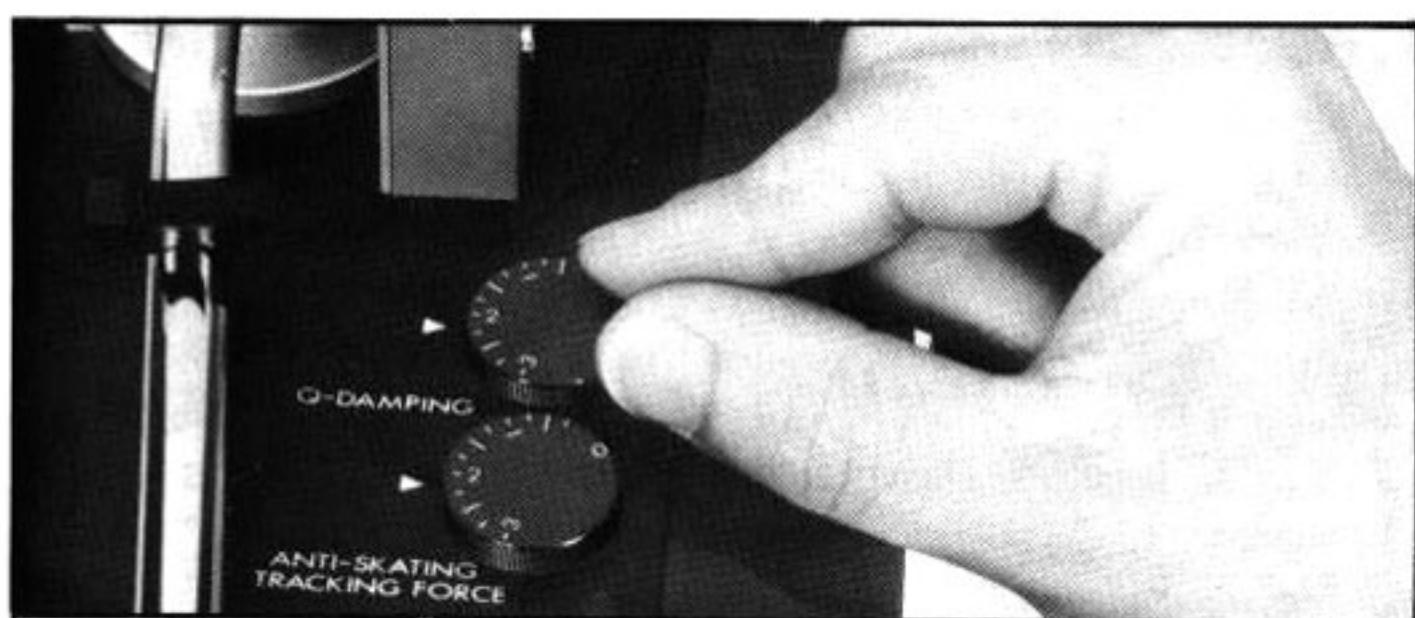

Fig. 14 Abb. 14
7. Q-DAMPING adjustment (Fig. 14)
(Abb. 14)
7. Réglage d'amortissement (Fig. 14)